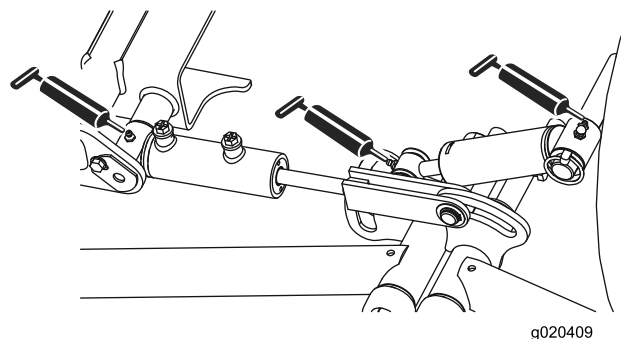

Figura 43
- Pivotes y cilindros de elevación de los brazos de elevación delanteros (3 en cada) (Figura 43)